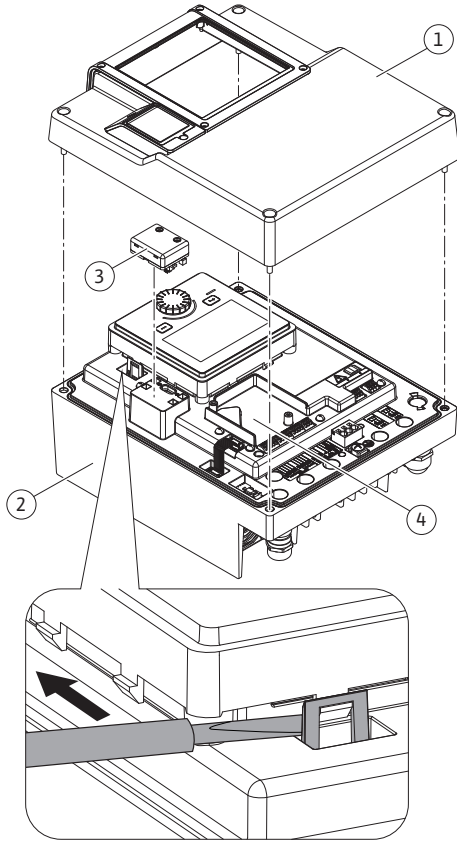
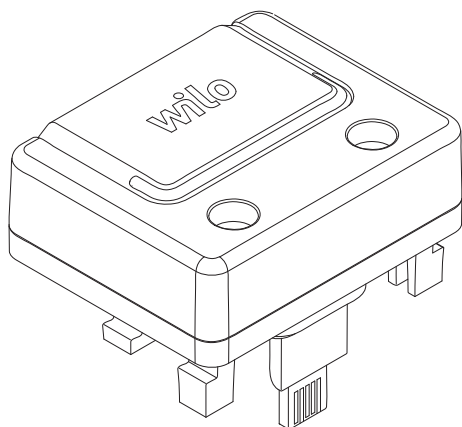

Fig. 26: Módulo eletrônico
Fig. 27: Módulo Wilo-Smart Connect BT
A interface Bluetooth do módulo Wilo-Smart Connect BT (Fig. 26, pos. 3 e Fig. 27) é utilizada para ligação a dispositivos terminais móveis, tais como smartphones e tablets. Na aplicação Wilo-Assistant encontra-se a função Wilo-Smart Connect. Com a função Wilo-Smart Connect é possível operar e regular a bomba e ler os dados da bomba. Para regulações, ver capítulo «Arranque» [► 49].
1. Desapertar os quatro parafusos da parte superior do módulo eletrônico (Fig. 26, pos. 1; Fig. 1, pos. 2).
3. Inserir o módulo Wilo-Smart Connect BT na interface Wilo-Connectivity prevista. Ver Fig. 26, pos. 3.
Os módulos CIF (acessórios) são utilizados para a comunicação entre as bombas e o BMS. Os módulos CIF estão ligados ao módulo eletrônico (Fig. 26, pos. 4)